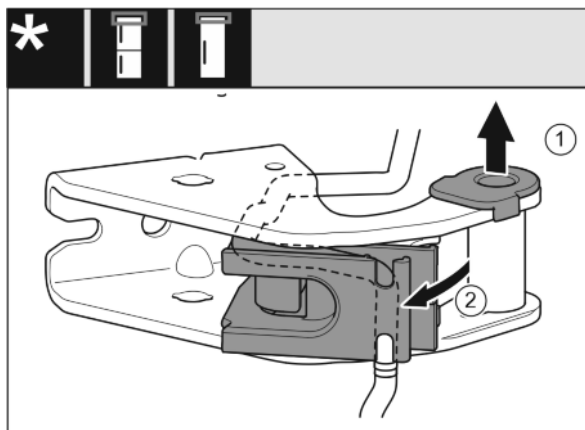

Fig. 21
- ▶ Húzza ki a csapágyperselyt a vezetősínből. *Fig. 21 (1)*
- ▶ Fordítsa ki a kábeltartót. *Fig. 21 (2)*